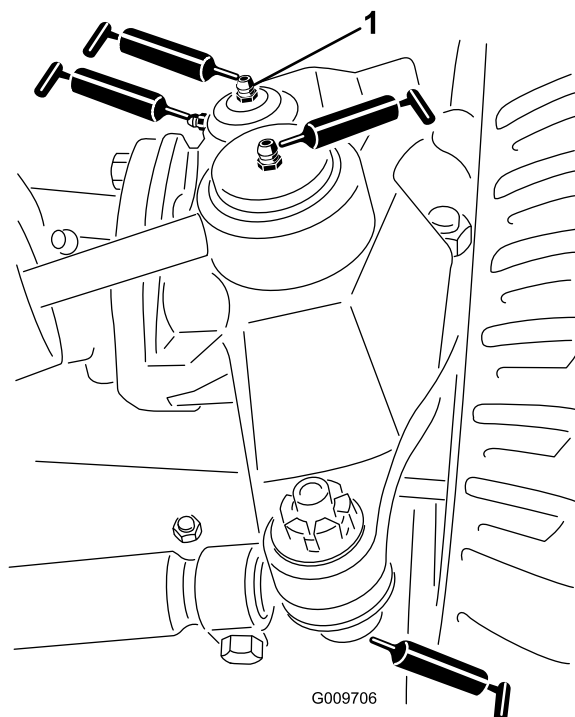

Figura 52
- Articulaai sferice ale cilindrului de direcție (2), aa cum se arată în Figura 52
- Articulaai sferice tirant (2), aa cum se arată în Figura 52
- Buce pivot (2), aa cum se arată în Figura 52